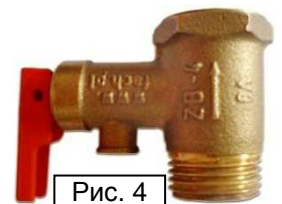

Рис. 4
1. Встановіть на патрубок подачі холодної води водонагрівача запобіжний клапан, що входить до комплекту поставки (рис. 4), закрутивши його не більш ніж на 3-4 оберти. Зливний отвір клапану повинен бути спрямований чітко вниз.